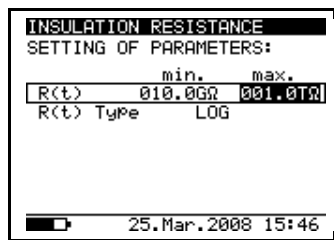

Fig. 15. Opsætnings (Set-up) menu for graf (Graph R(t))
4. Tryk **SELECT** knap for at vælge egenskaber for grafen (**graph R(t)**), se **Fig. 15**. Tryk **ESC** knappen for at vende tilbage til basisopsætning i Isolationsmodstands (Insulation Resistance) funktionen.